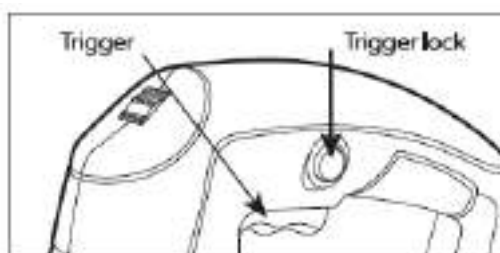

Figura 4
3. Strângeți declanșatorul (17) pentru a porni ferăstrăul electric. Dacă acționați ferăstrăul electric o perioadă lungă de timp, apăsați dispozitivul de blocare a declanșatorului, pentru a bloca declanșatorul în poziția sa „ON” (Pomit). Consultați Figura 4, dreapta.